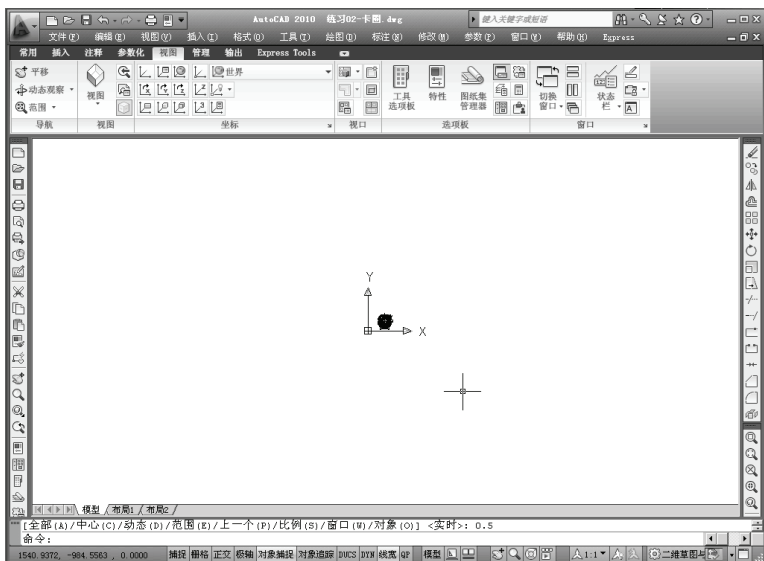

图 9-9 比例缩放示例二
结果如图 9-9 所示。
(7) 中心点缩放 (ZOOM C)。将图 9-9 所示图形在不改变显示中心的情况下, 按高度为 200 显示。